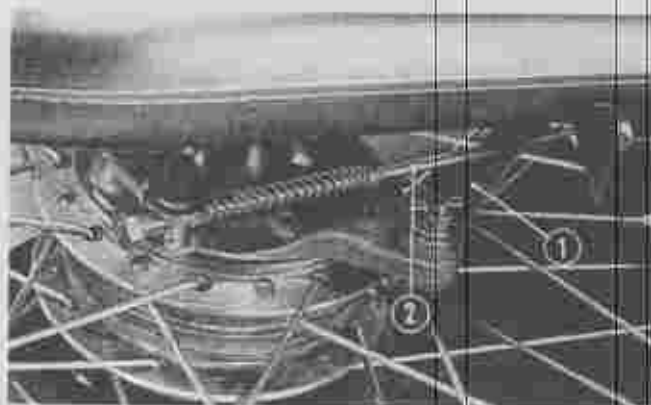

Fig. 75 ① Blokkeerarm achterremankerplaat
⑥ Achteras afstandbus ⑦ Remankerplaat ⑧ Remschoen ⑨ Borgplaat ⑩ Olie dichtring 27-40-5
⑪ Leger, 6205 ⑫ Lager, 6301 ⑬ Lager, 6301R
- 1) Maak de remankerplaat-blokkertrekstang aan de ankerplaat los en maak de remstang los. (Fig. 75)